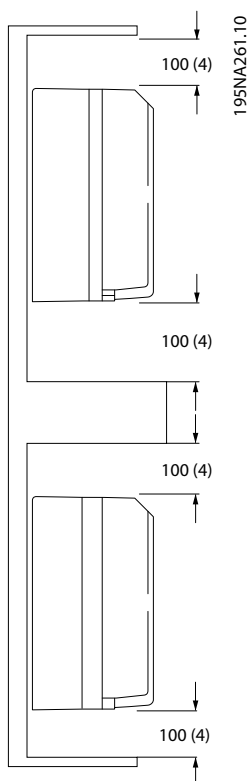

Ilustración 2.1 Espacio libre para refrigeración por encima y por debajo
- Se requiere un espacio libre mínimo de 100 mm (4 in) por encima y por debajo para la refrigeración por aire. Consulte la *Ilustración 2.1*.